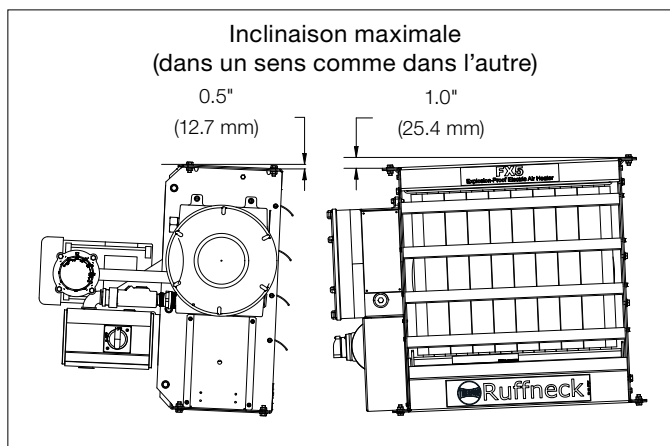
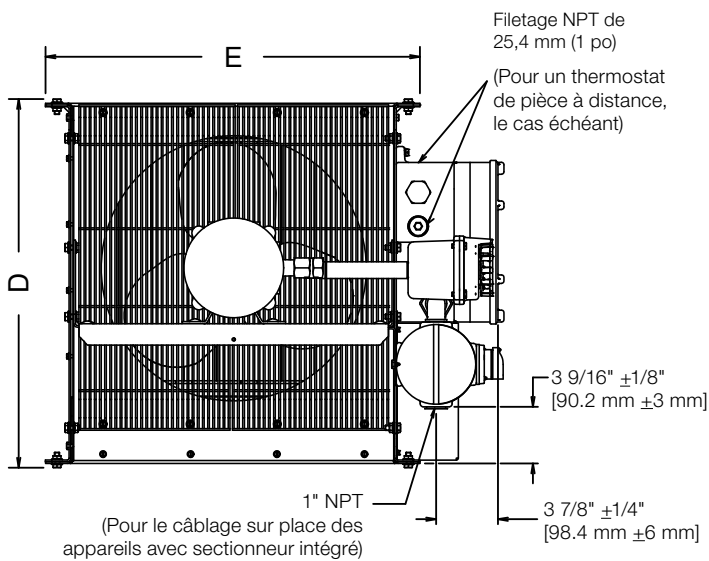

Figure 3
Figure 5
- 2.1 L'appareil doit être monté de niveau en position verticale de façon permanente afin de pouvoir le faire fonctionner. Voir Figure 3, Figure 4, et Figure 5 pour les angles d'inclinaison maximum, espace libre nécessaire pour l'installation et les dimensions physiques de l'appareil. Pour faciliter l'installation, le fabricant offre diverses trousse de montage.